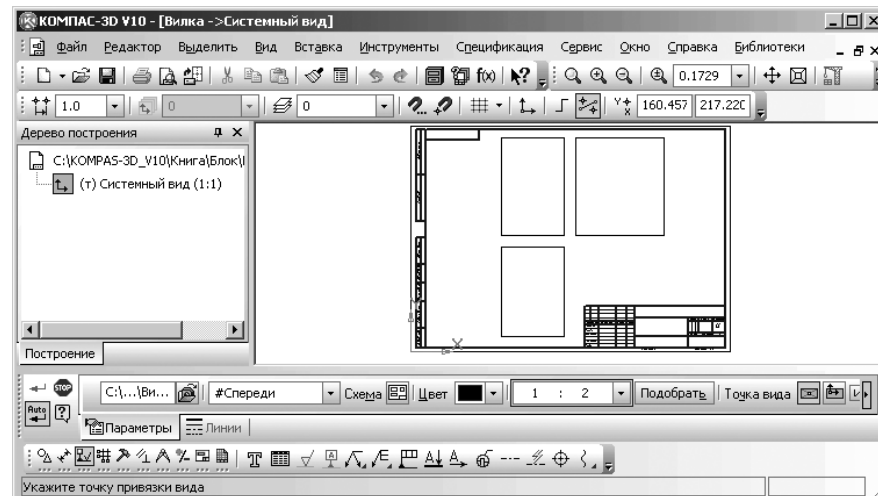

Рис. 3.106. Главное окно системы с фантомом стандартных видов модели и Панелью свойств: Стандартные виды
- установите на форматке в приемлемое положение фантом стандартных видов. Это состояние системы показано на рис. 3.106.